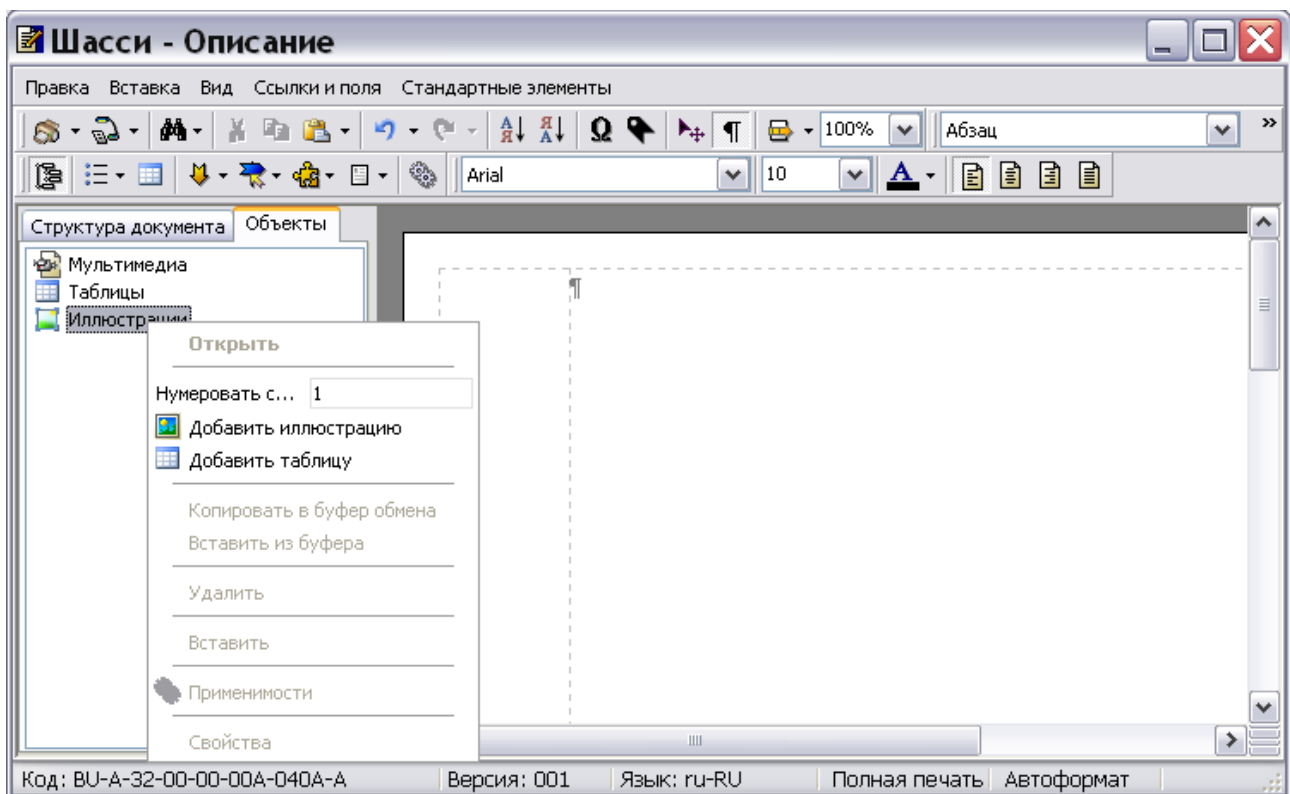
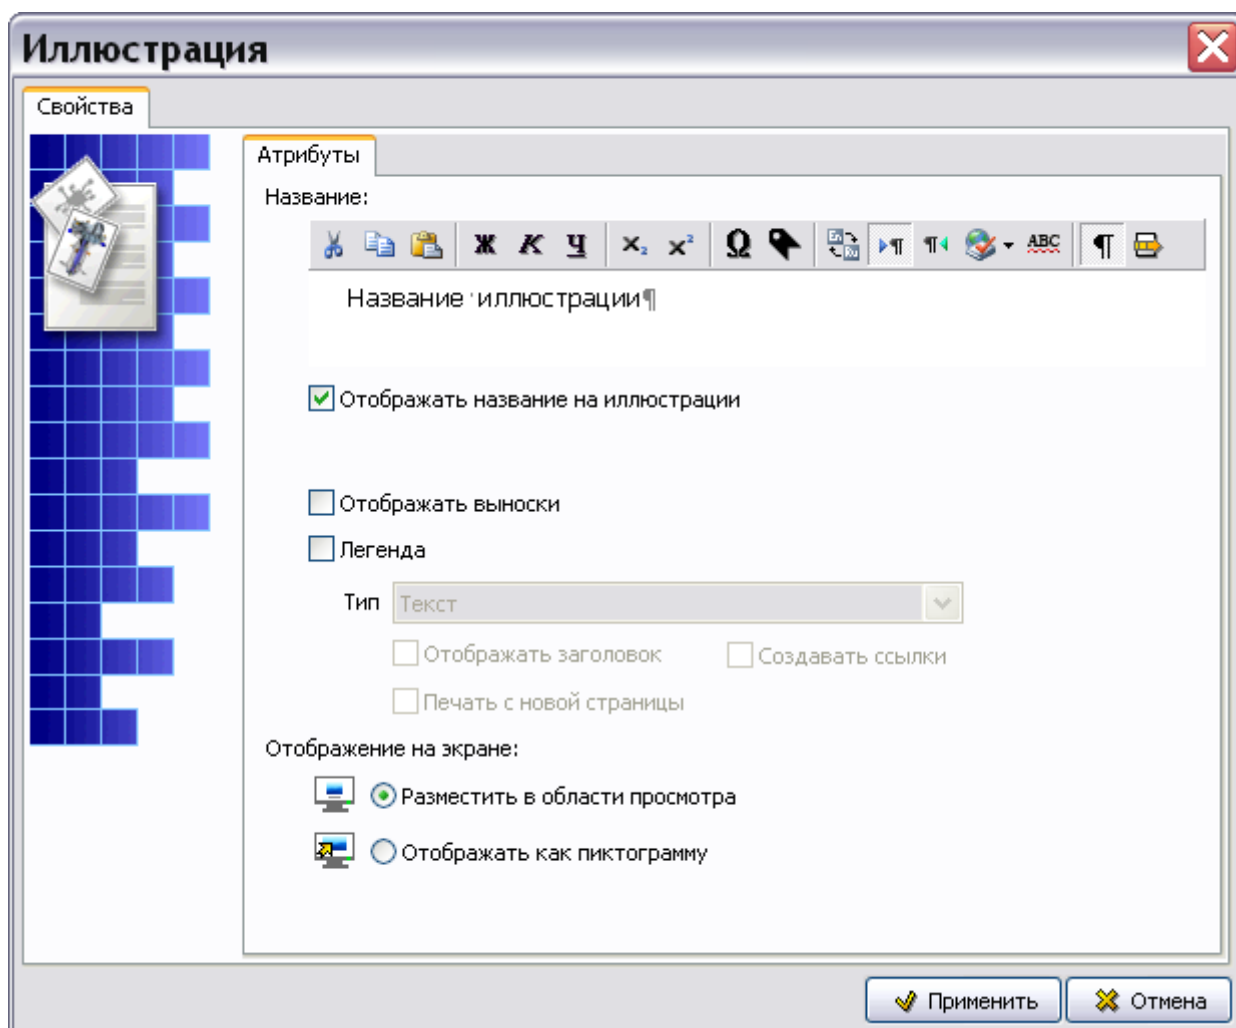

Рис. 5.107
Рис. 5.108
На инструментальной панели **Объекты** нажмите на кнопку **Структура и объекты** . В левой части окна редактора на вкладке **Объекты** появится список объектов, которые можно вставлять в документ (Рис. 5.107).
1. Щелкните правой кнопкой мыши по объекту **Иллюстрации**. При этом появится контекстное меню (Рис. 5.107). Пункт меню **Нумеровать.с** : рассмотрен в подразделе «**Нумерация объектов**» раздела 5.3.3. Установить номер, с которого начнется нумерация объектов, можно и до их создания, и после.
2. В контекстном меню выберите команду **Добавить иллюстрацию** (Рис. 5.107). При этом откроется окно **Иллюстрация**, содержащее вкладку **Атрибуты** (Рис. 5.108).